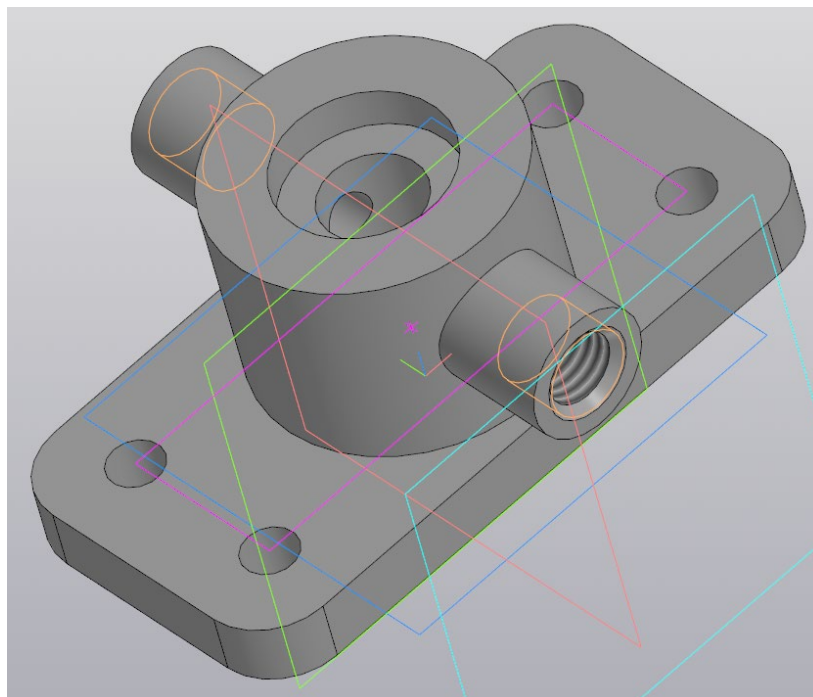

Рисунок 18 – Гладкие отверстия на корпусе крана
1.17 Добавьте 4 гладких сквозных отверстия диаметром 6,5 мм на углах прямоугольника (рис. 18).